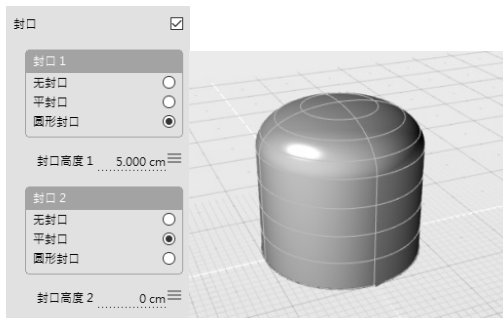

图 4-25 设置一侧为圆形封口（左）以获得结果（右）
3) 尝试将“封口 1”调整为“圆形封口”，并设置“封口高度 1”参数的值为“5”，如图 4-25 所示。